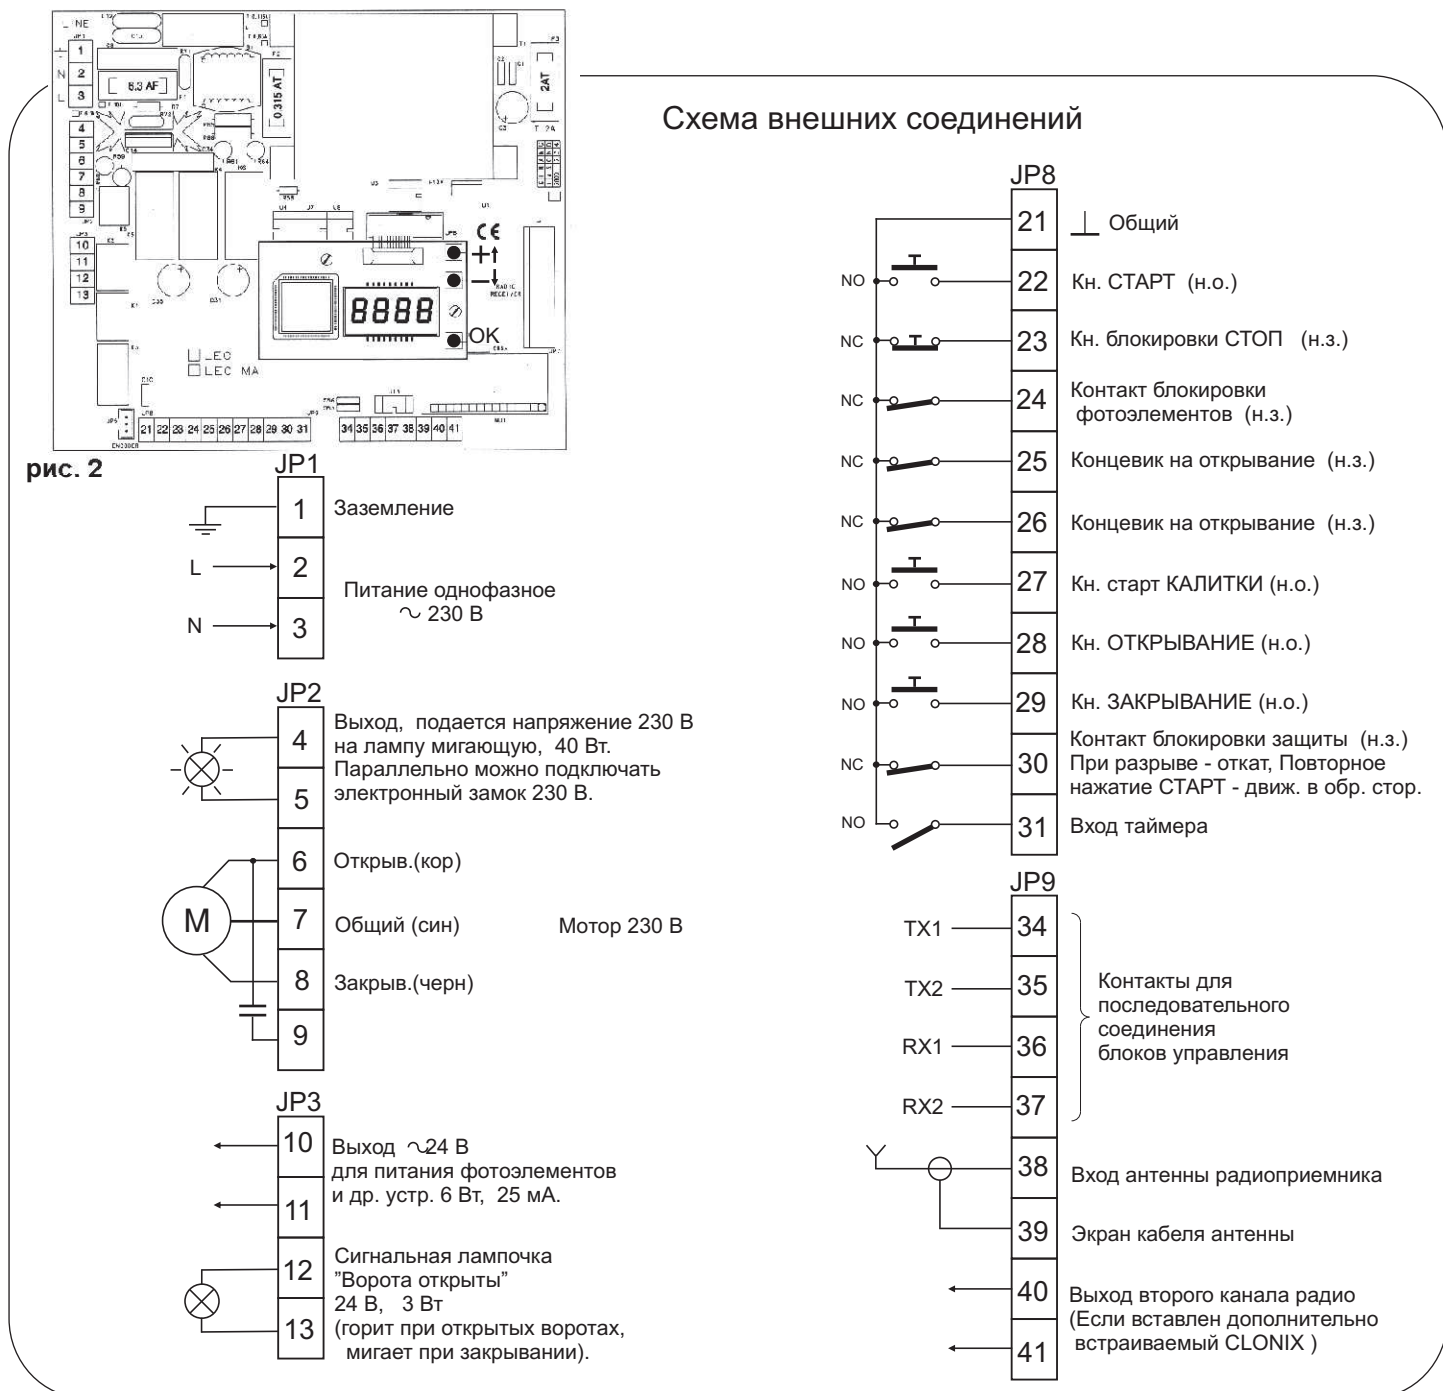

рис. 3
4. Подсоединения к клеммам (рис. 3).